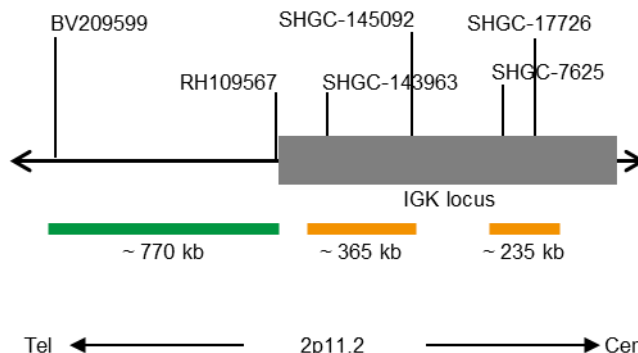

Fig. 1: SPEC IGK Mapa da sonda (sem escala)
- Polinucleótidos (~10.0 ng/μl) com marcação ZyGreen (excitação 503 nm/emissão 528 nm), dirigidos ao mapeamento de sequências alvo em 2p11.2* (chr2:88,382,616-89,153,517) distais à região de quebra da IGK (ver Fig. 1).
- Polinucleótidos (~4.5 ng/μl) com marcação ZyOrange (excitação 547 nm/emissão 572 nm), dirigidos ao mapeamento de sequências alvo em 2p11.2* (chr2:89,246,977-89,609,390 e chr2:89,853,315-90,089,156) proximais à região de quebra da IGK (ver Fig. 1). Devido a segmentos de sequência homólogos próximos à região de quebra de IGK, a sonda laranja possui duas regiões de hibridização próximas.